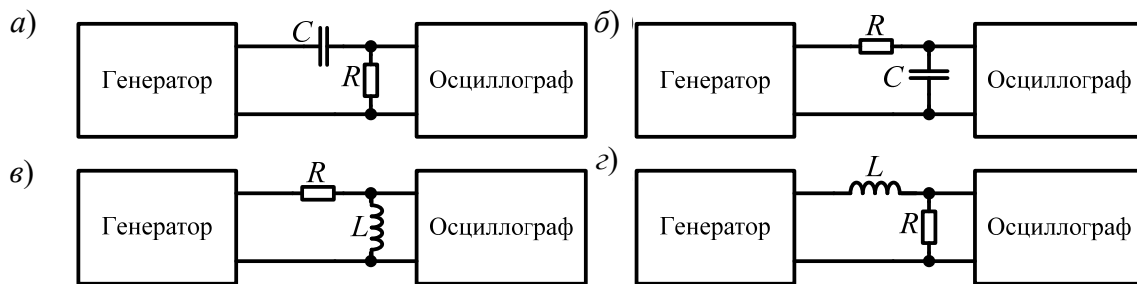

Рисунок 8.1 – Схемы интегрирующих и дифференцирующих цепей
8.1.2 Ознакомьтесь со схемами опытов, представленными на рисунке 8.1. Рассчитать сопротивление R и постоянную времени τ для дифференцирующей RC-цепи (см. рисунок 8.1, а), принимая емкость конденсатора в цепи равной 0,2...0,5 мкФ, учитывая условие дифференцирования
8.1.3 При тех же параметрах входного сигнала рассчитать емкость конденсатора и постоянную времени интегрирующей цепи, учитывая условие интегрирования (см. рисунок 8.1, б)
8.1.4 Исследовать интегрирующие и дифференцирующие RL-цепи (см. рисунок 8.1, в, г). Учсть, что в экспериментах с RL-цепью доступным для изменения остается лишь параметр R . Условия дифференцирования и интегрирования аналогичны (8.1) и (8.2) соответственно, если учесть, что постоянная времени RL-цепи определяется как $\tau = L/R$. Заполнить таблицу 8.1.